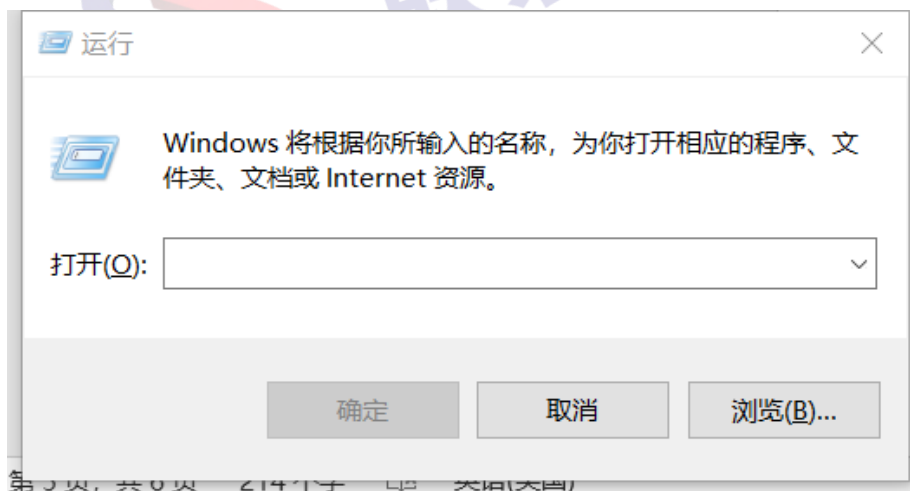

图 3
1.在安装了 Oracle Client 应用的计算机上打开【运行】。可使用组合键 Win+R 打开，如图 3。